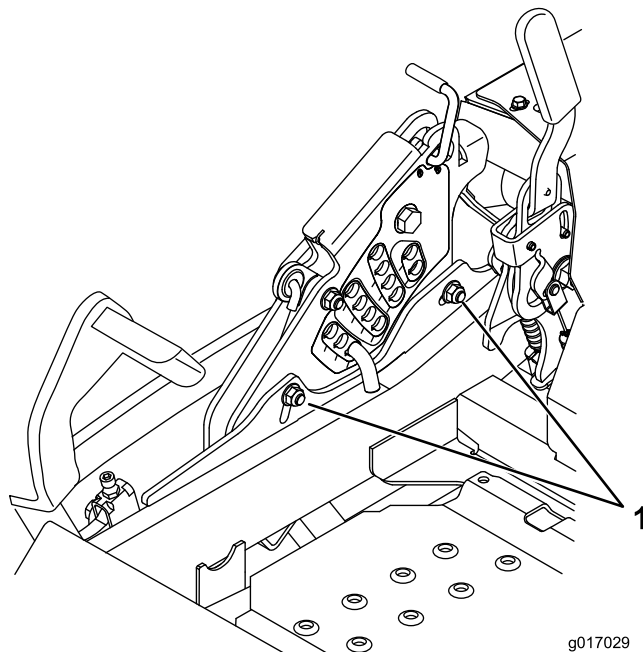

Figura 90
12. Para ajustar el sistema de ajuste de un solo punto, afloje los dos pernos situados cerca del borde inferior de la pletina de altura de corte. Consulte Figura 90.
14. Apriete los dos pernos situados cerca del borde inferior de la pletina de altura de corte (Figura 90). Apriete a 37–45Nm (27–33pies-libra).